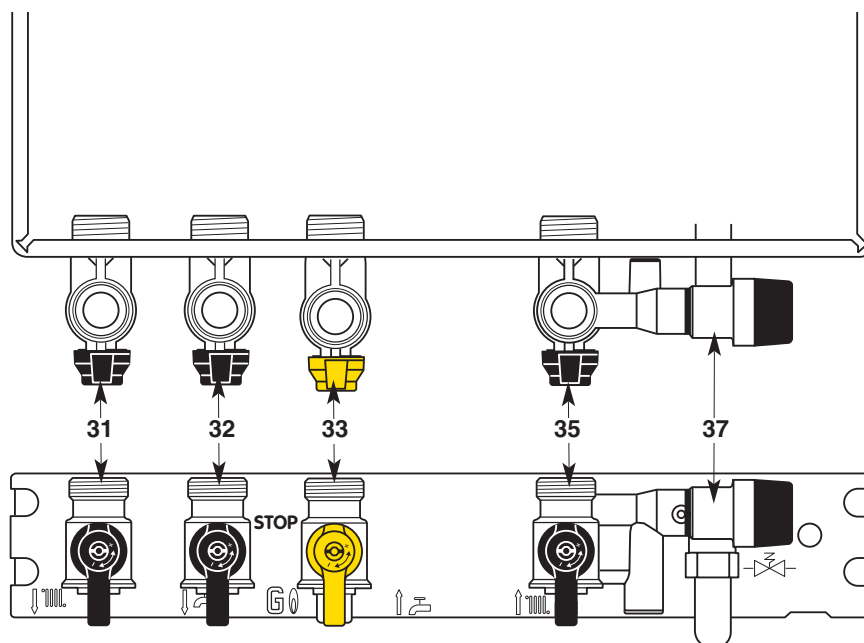

Fig. 23 - Vues de dessus et de face
Barrette robinetterie (fig. 23)
3. Ouvrez l'arrivée du gaz, robinet gaz **33** (fig. 23), sur la position «  ».
- Coupez l'arrivée du gaz en tournant le robinet **33** (fig. 23), sur la position «STOP»
*Dans certains cas d'installation, il est possible qu'il se produise, après réchauffage de l'eau chaude, un léger réchauffement de la canalisation (et éventuellement d'un radiateur). Pour l'éviter, il suffit de fermer le robinet départ chauffage **31** (fig. 23).*